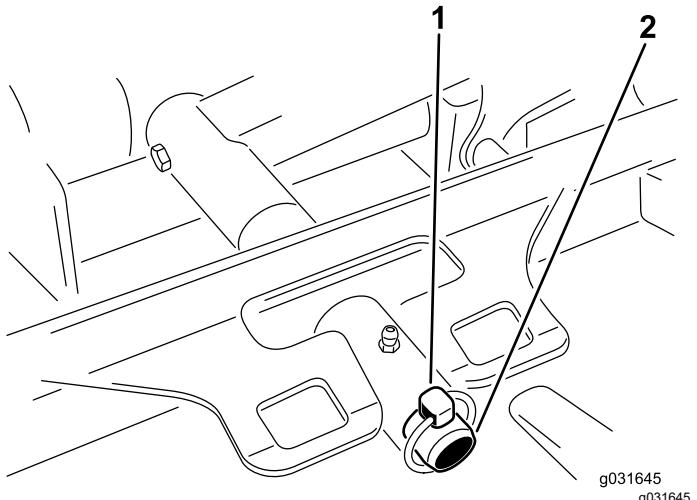

Figura 69
3. Togliete l'acciarino o il dado di ritegno che fissano il telaio portante del piatto di taglio al perno orientabile del braccio di sollevamento (Figura 69).
- Fate scorrere il telaio portante del piatto di taglio sul perno orientabile del braccio di sollevamento e fissatelo con l'acciarino o il dado di ritegno (Figura 69).